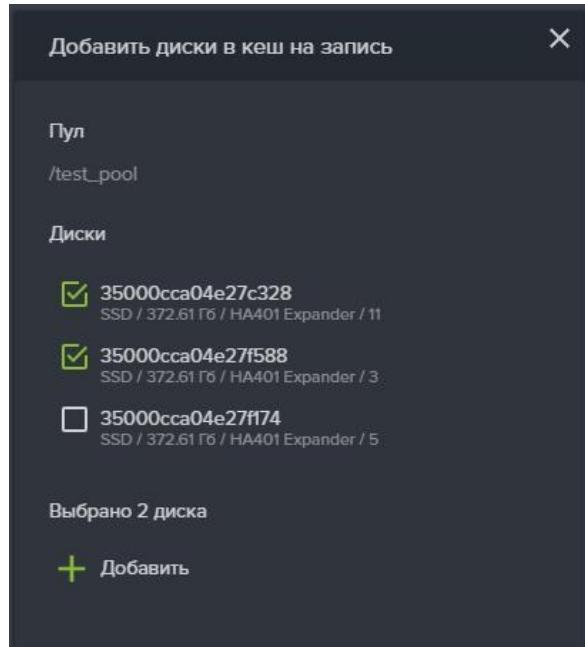

Рисунок 43. Добавление в пул кэша на запись
6. Нажмите на кнопку «Добавить»(см. Рисунок 43).